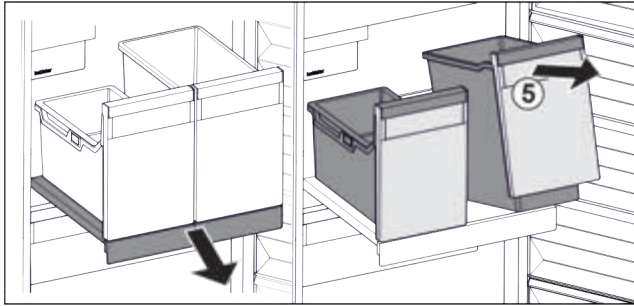

Fig. 84
- ▶ Підняти резервуар Fig. 84 (5) спереду.